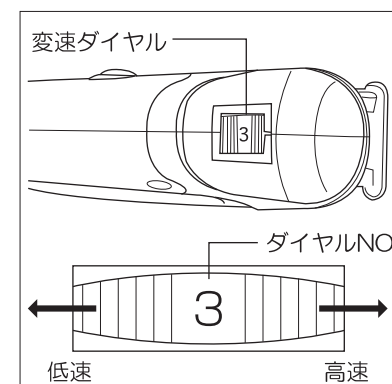

図4
●変速ダイヤルは、①~⑥までの6段階でスピードを調節することができます。(図4参照)